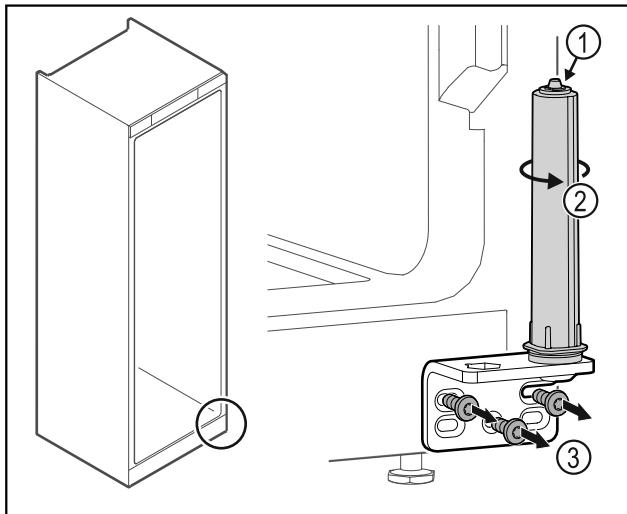

Fig. 39
- Ne rastavljajte sustav zatvaranja vrata Fig. 39 (1).
- Okrećite sustav zatvaranja Fig. 39 (2) dok ne klikne.
- Odvignite kutne šarke Fig. 39 (3).